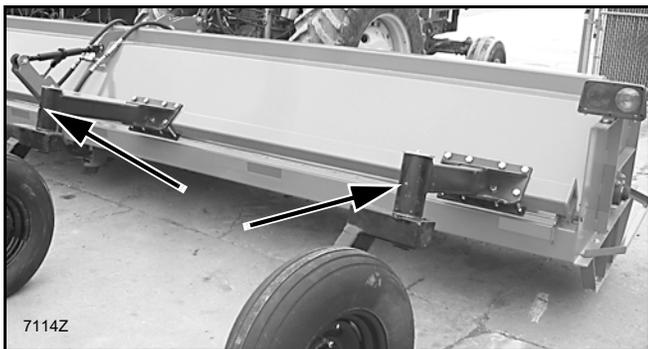

Figura 26. Pontos da lubrificação do rolamento do eixo oscilante da roda
3. Lubrifique os rolamentos do eixo oscilante da roda (3 a 5 lugares). Consulte Figura 26.